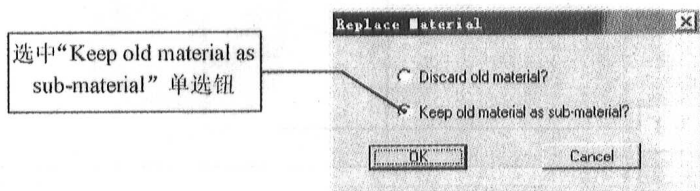

图 1-1-15
(13) 这时屏幕上出现了一个“Replace Material”(取代材质)对话框,如图1-1-15。选中其中的“Keep old material as sub-material”(用子物体材质取代原材质)单选钮,然后单击“OK”按钮。